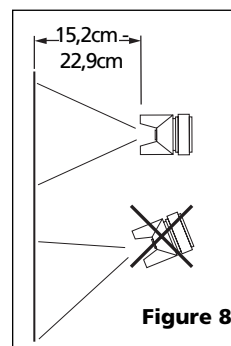

Figure 8
1. Commencer à pulvériser. Toujours garder le pistolet à angles droit par rapport à l'objet de travail (Voir Figure 8).